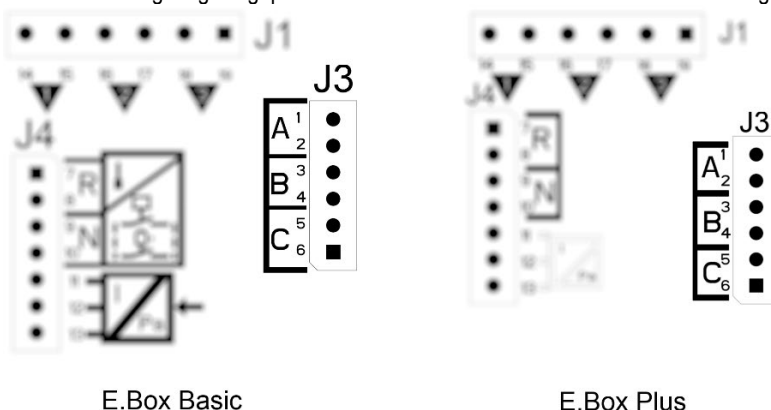

Abbildung 22: Eingänge
- **System mit 2 Schwimmerschaltern:** in diesem Fall werden die Eingänge B und C verwendet (A bleibt frei). Die Schwimmerschalter im Becken werden wie in Abbildung 19 gezeigt positioniert. Für die Elektroinstallation siehe Abbildung 22.
- **System mit 2 Standsonden:** in diesem Fall werden die Eingänge B und C verwendet (A darf nicht überbrückt werden). Die Standsonden im Becken werden wie in Abbildung 19 gezeigt positioniert. Für die Elektroinstallation siehe Abbildung 22.
- **System mit 3 Schwimmerschaltern:** in diesem Fall werden die Eingänge A, B und C verwendet A, B e C. Die Schwimmerschalter oder Standsonden werden wie in Abbildung 19 gezeigt positioniert. Für die Elektroinstallation siehe Abbildung 22.